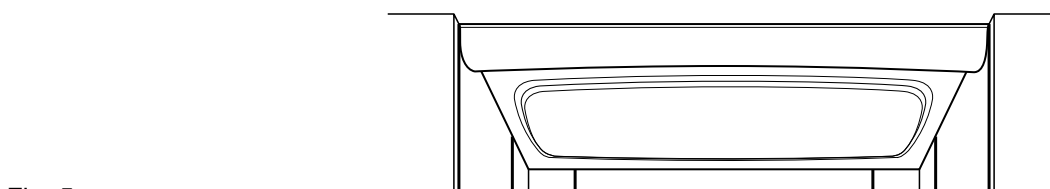

Fig. 5
5. Trial install the roof into position to check if any adjustments are to be made in the cut of the roof Fig. 5. If needed, use the rigid guide again. To finish the cut more cleanly, use sandpaper (**Note:** do not use colored sandpaper) on the sides previously cut. **Be careful not to scratch the roof surface.**
5. Positionnez temporairement le toit pour vérifier si l'ajustement est adéquat Fig. 5. Si nécessaire, recoupez le toit selon la méthode décrite aux étapes précédentes afin d'obtenir un ajustement parfait. Utilisez un papier sablé à grains fins pour adoucir les rebords coupés du toit (**Note :** ne pas utiliser de papier sablé coloré). **Attention de ne pas égratigner la surface du toit.**
5. Trate de colocar el techo en su sitio para comprobar si hay que efectuar reajustes en el corte del mismo. Fig. 5. Si se le debe recortar ligeramente, utilizar siempre una guía rígida. Para que quede el corte perfecto, lijar con lija (**Nota:** no utilice lija con color) los cantos de los cortes precedentes. **Cuidado con no rozar la superficie.**